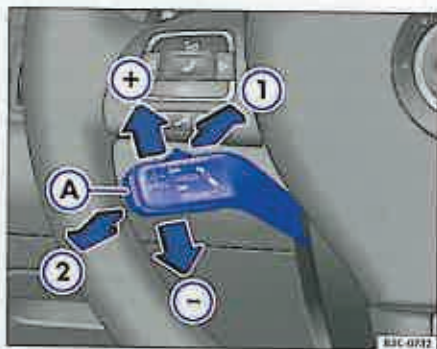
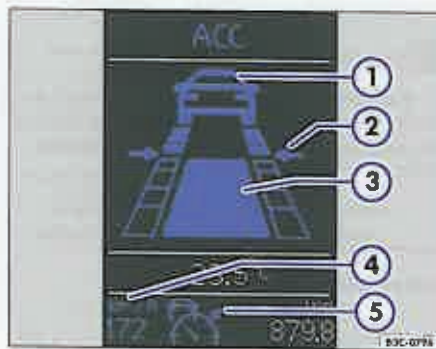

Fig. 37 Maneta de comandă a sistemului de reglare automată a distanței.
Fig. 40 Reglarea distanței activă: autovehiculul recunoscut, distanță reglată.
– Trageți maneta în direcția $\Rightarrow$ fig. 37 $\textcircled{1}$, până se fixează, pentru a activa sistemul. În această poziție a comutatorului se poate activa sistemul de reglare automată a distanței. Pe display se afișează viteza memorată și statutul sistemului de reglare a distanței $\Rightarrow$ pagina 48, fig. 40".
- Apăsați scurt tasta **[SET]** $\Rightarrow$ fig. 37 $\textcircled{A}$, pentru a activa reglarea distanței. Viteza actuală se memorează simultan. Viteza de deplasare trebuie să fie de cel puțin 30 km/h.
Viteza memorată este afișată pe display cu cifre mari $\Rightarrow$ pagina 48, fig. 40" $\textcircled{A}$.
Dacă, prin accelerație se depășește pentru scurt timp viteza memorată, aceasta va fi afișată pe display cu cifre mici $\Rightarrow$ pagina 48, fig. 40" $\textcircled{A}$.
Afișaje pe display-ul din tabloul de instrumente ⇒ **fig. 40:**